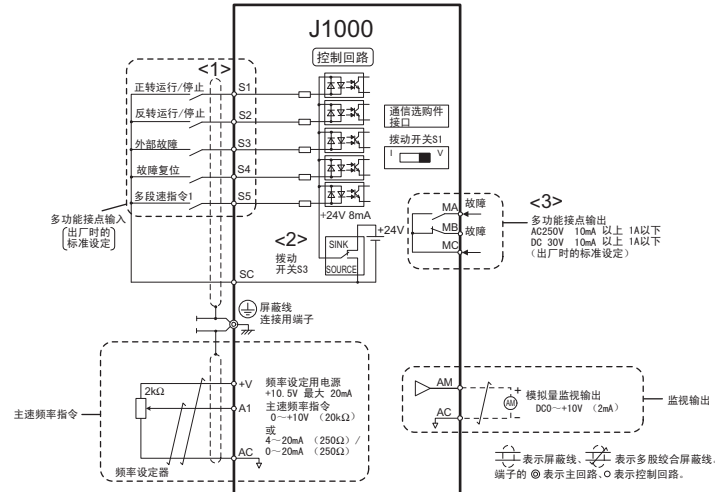

图 3.10 控制回路连接图
多功能接点输入 (S1 ~ S5)、多功能接点输出 (MA、MB、MC 和模拟量监视输出 (AM))，可通过 H 参数的设定而分配各种功能。端子名称栏中 () 内的信号名为产品出厂时作为初始值分配在端子中的功能。关于标准连接图，请参照图 3.10。